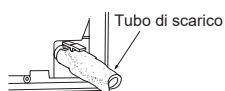

Figura 4
- Nel collegare il tubo di scarico al tubo rigido in cloruro di vinile, avere cura di inserirlo saldamente all'interno di quest'ultimo. (Figura 4)
- 5) Inserire completamente il tubo di scarico nella bacinella di scarico sul lato posteriore destro dell'unità interna. (Figura 4)
- 4) Svasatura (Figura 4, 5). Tenere saldamente il tubo in rame delle dimensioni indicate nella tabella. Selezionare i mm di A dalla tabella in base allo strumento utilizzato.